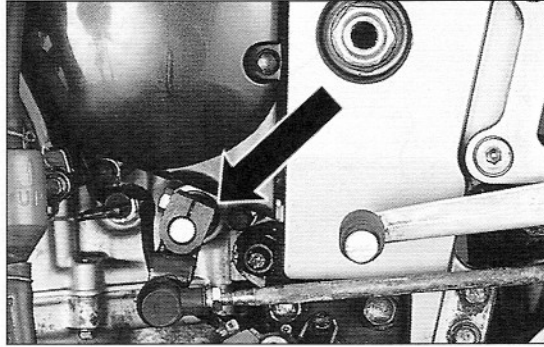

Bild 187
- Klemmschraube des Schalthebelgestänges ganz ausdrehen und Klemmstück von Welle herunterziehen (Bild 187). Gegebenenfalls Welle und Verzahnung säubern.